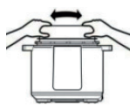

Рис. 6
- Установите чашу обратно в мультиварку. Внешняя сторона чаши и нагревательная пластина должны быть чистыми. Поверните чашу внутренней стороной, чтобы она плотно прилегала к нагревательной пластине (Рис. 6). Закройте крышку.